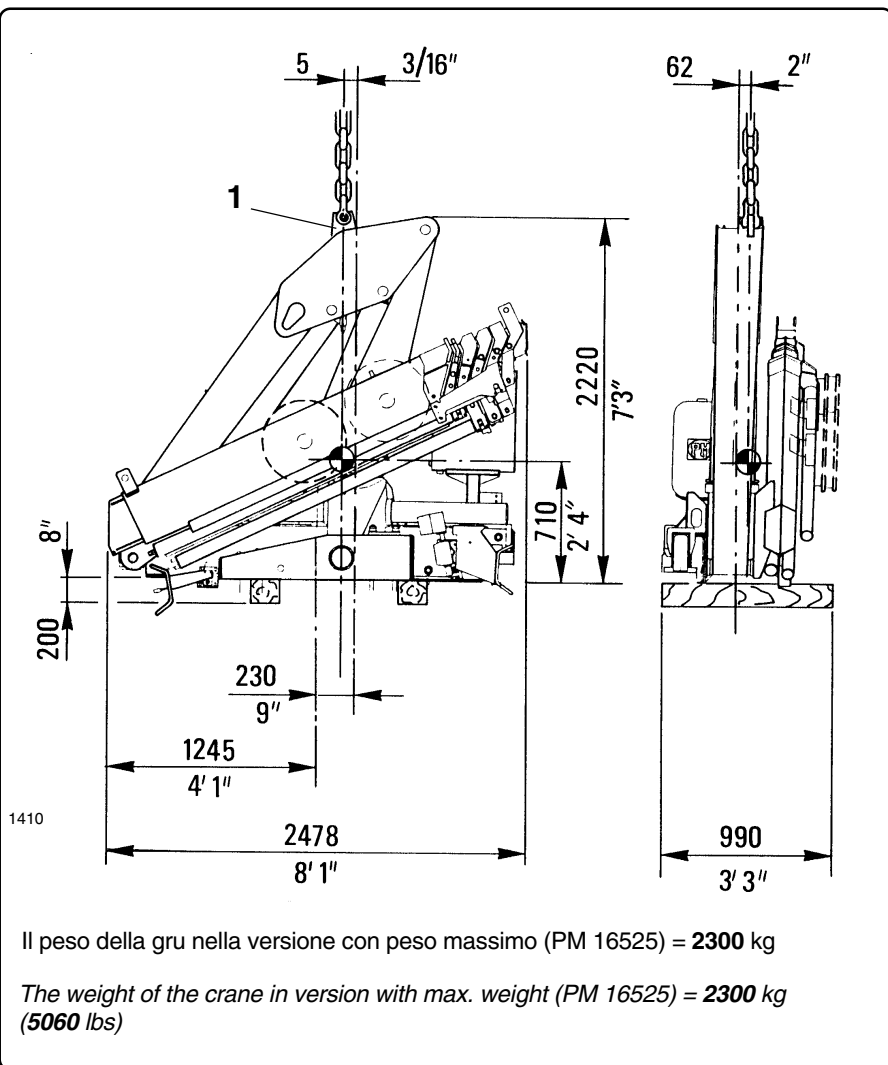

fig. 4.3.3
4.3.2 - Sollevamento con gancio (fig. 4.3.3 - 4.3.4)
Sollevando la gru mediante la staffa "1" fig. 4.3.3 ricorrere a mezzi come gru o carri ponte di idonea portata.
4.3.2 - *Lifting by means of hook* (fig. 4.3.3 - 4.3.4)
***W**hen lifting the crane by means of the bracket "1" fig. 4.3.3, use a lifting or overhead crane of suitable capacity.*
La staffa "1" fig. 4.3.3 e 4.3.4 presenta un foro di diametro 30 mm. Utilizzare un grillo di idonea portata ed inserire il perno dentro il foro della staffa. Sollevare leggermente e verificare che il sollevamento sia baricentrico. Se la gru è dotata di accessori come antenna, verricello, prolunghe
Bracket "1" fig. 4.3.3 and 4.3.4 features a 30 mm diameter hole. Use a clevis with a suitable load bearing capacity and fit the pin inside the hole in the bracket. Lift a little, making sure that lifting takes place at the centre of gravity. If the crane is fitted with accessories, such a